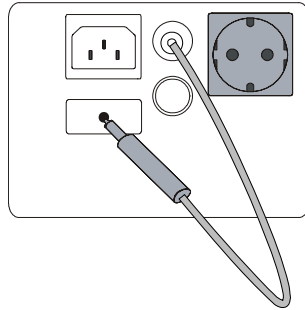

Abbildung 3. Kompensation der Messleitung
- 1  Verbinden Sie die Prüfspitze mit der Messleitung und stecken Sie den Messleitungsstecker in die Buchse **Rpe 10A/200mA**, siehe Abbildung 3.